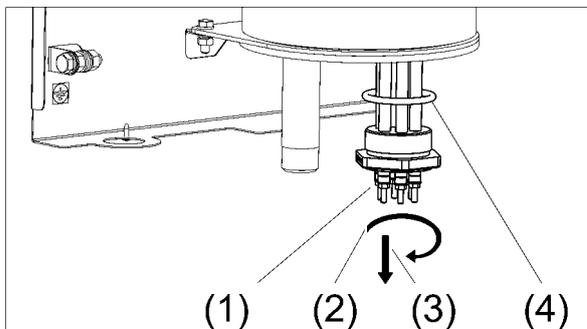

Рисунок 9. Замена блока ТЭН
- (1) Отсоедините силовые провода, идущие к ТЭНам (см. рис. 9).
- (2) Выверните блок ТЭН (против часовой стрелки) из теплообменника.
- (3) Извлеките блок ТЭН из теплообменника.
- (4) Замените уплотнительное резиновое кольцо